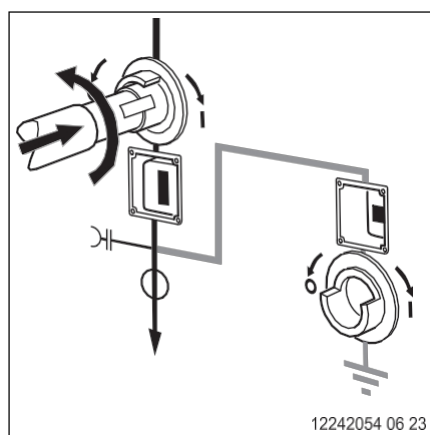

Fig. 58
**4** Opriti separatorul. Țineți maneta de comutare (axul gol) apăsată până la capătul de oprire împotriva presiunii arcului și rotiți-l în sens invers acelor de ceasornic (Fig. 58).